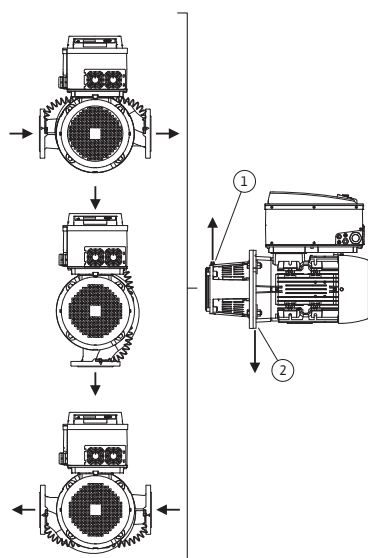
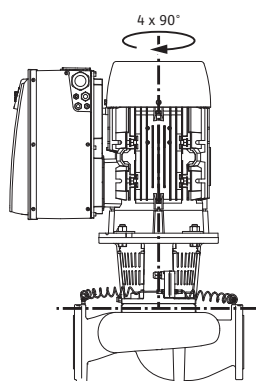

Fig. 18: Dopuszczalne położenia montażowe z poziomym wałem silnika
Fig. 19: Dozwolone położenia montażowe z pionowym wałem silnika
Dopuszczalne położenia montażowe z poziomym wałem silnika i modułem elektronicznym skierowanym w górę ( $0^\circ$ ) są przedstawione na Fig. 18. Nie przedstawiono dopuszczalnych położeni montażowych z modułem elektronicznym zamontowanym z boku ( $\pm 90^\circ$ ). Dozwolone jest każde położenie montażowe, z wyjątkiem montażu „moduł elektroniczny skierowany w dół” ( $-180^\circ$ ). Odpowietrzanie pompy jest zapewnione tylko wtedy, gdy zawór odpowietrzający jest skierowany w górę (Fig. 18, poz. 1). Tylko w tej pozycji ( $0^\circ$ ) spływający kondensat może być odprowadzany przez odpowiedni otwór, latarnię pompy oraz silnik (Fig. 18, poz. 2).
Dopuszczalne położenia montażowe z pionowym wałem silnika są przedstawione na Fig. 19. Dozwolone jest każde położenie montażowe z wyjątkiem montażu „silnik skierowany w dół”.
- Zawór odpowietrzający na latarni (Fig. 6, poz. 1.31) przy poziomym wale silnika musi być zawsze skierowany do góry (Fig. 6a i Fig. 6b). Przy pionowym wale silnika dozwolona jest każda orientacja. Patrz także Fig. 18: „Dopuszczalne położenia montażowe z poziomym wałem silnika“ na stronie 147 lub Fig. 19: „Dozwolone położenia montażowe z pionowym wałem silnika“ na stronie 147.
- Przy poziomym wale silnika otwór na kondensat musi być skierowany w dół (Fig. 18, poz. 2). W razie potrzeby odpowiednio obrócić silnik.